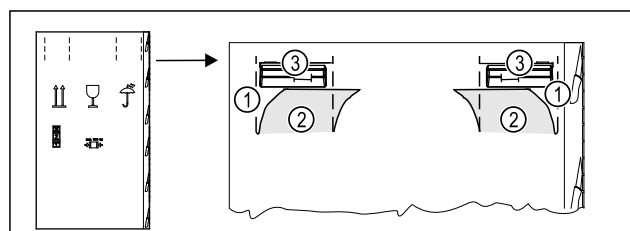

Fig. 4
- ▶ Вдавите упаковочный картон сверху по перфорации Fig. 4 (1).
- ▶ Извлеките вдавленные клапаны Fig. 4 (2).
- Можно увидеть ручку для переноски Fig. 4 (3) справа и слева.
- Удерживайте устройство за ручки для переноски Fig. 4 (3).